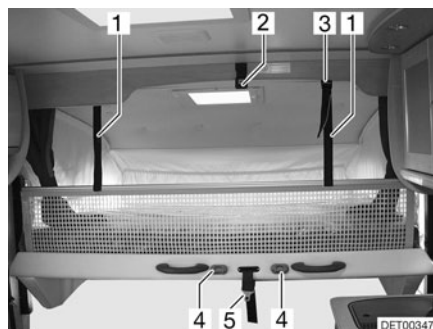

Fig. 97 Lit escamotable
- Détacher la sangle de sécurité (Fig. 97,5) du plafond (Fig. 97,2).
- Verrouiller le lit escamotable au plafond (Fig. 97,2) avec la sangle de sécurité (Fig. 97,5).
- L'échelle de montée doit être accrochée par les deux étriers aux crampons (Fig. 97,4) se trouvant sur le lit escamotable.
- Faire s'enclencher les sangles de retenue (Fig. 97,1) dans les œillets (Fig. 97,3) du plafond.